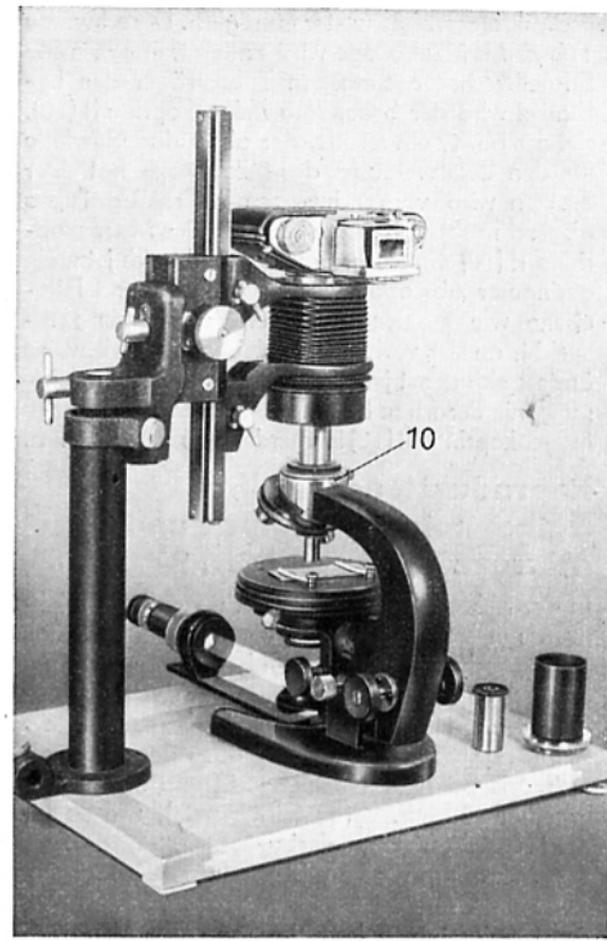

Abb. 29
des Mikrotars, ohne weiteres möglich. Der schwarze Tubus des Mikroskops wird entfernt, und in seine Schnellwechselfassung am Tubusträger des Lg-Stativs wird der besondere Mikroskopring II (10), siehe Abb. 1, eingesetzt, der oben das Gewinde für den Okularstutzen des Mikroskops hat. Der Stutzen wird vom schwarzen Mikroskop-Tubus abgeschraubt und in die Fassung des Mikroskoprings II (10) eingeschraubt. Es ergibt sich jetzt ein geringerer Abstand zwischen Objektiv und Filmebene, wie er der schwächeren Vergrößerung entspricht, an der vorher beschriebenen Arbeitsweise ändert sich sonst jedoch nichts. Die Geräteanordnung für derartige Lupenaufnahmen mit Hilfe des Mikroskoprings II (10) ist aus der Abb. 29 ersichtlich.